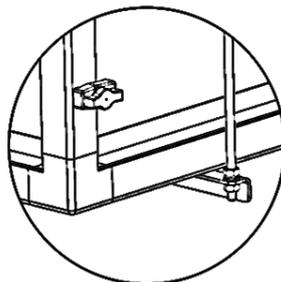

Рис.6. Подвесной узел секции
- 7.1.5. Подвесное исполнение секции может быть также обеспечено типовыми подвесами воздуховодов, с помощью шпилек, траверс или уголков (рис.6). Тип и количество подвесов определяется проектом (в комплектацию не входит).